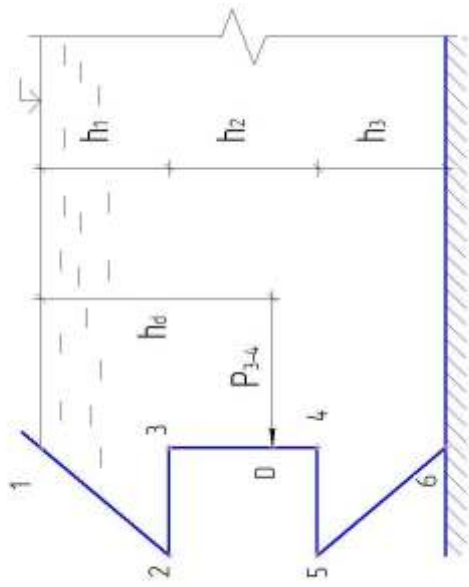

Рис. 9
15. Стенка резервуара имеет вид «ломаной» линии 1-2-3-4-5-6 (рис.9). Определить давления в «характерных» точках и построить эпюру гидростатического давления воды на стенку. Найти графоаналитическим методом силу давления на стенку 3-4 и координату ее приложения h_D , если $h_1 = 2$ м, $h_2 = 3$ м, $h_3 = 4$ м, ширина стенки $B = 3$ м (на рисунке не показана).